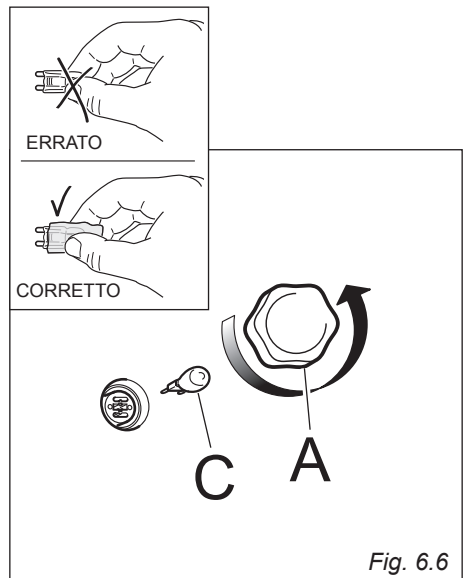

Fig. 6.6
- Svitare la calotta protettiva "A" (fig. 6.6).